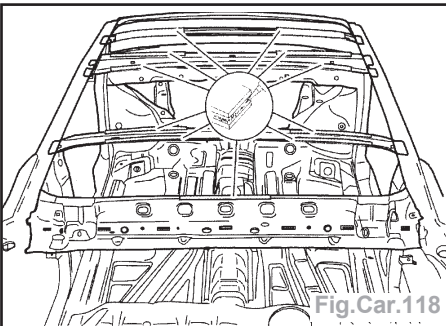

Fig.Car.118
- Appliquer sur les zones indiquées un cordon d'adhésif (Fig.Car.118).